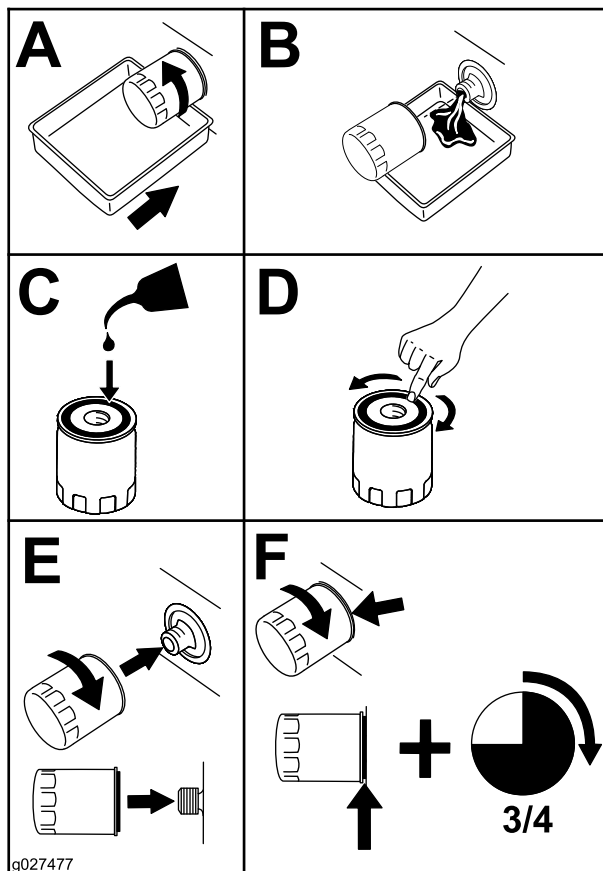

Figura 65
2. Sustituya el filtro de aceite del motor (Figura 65).